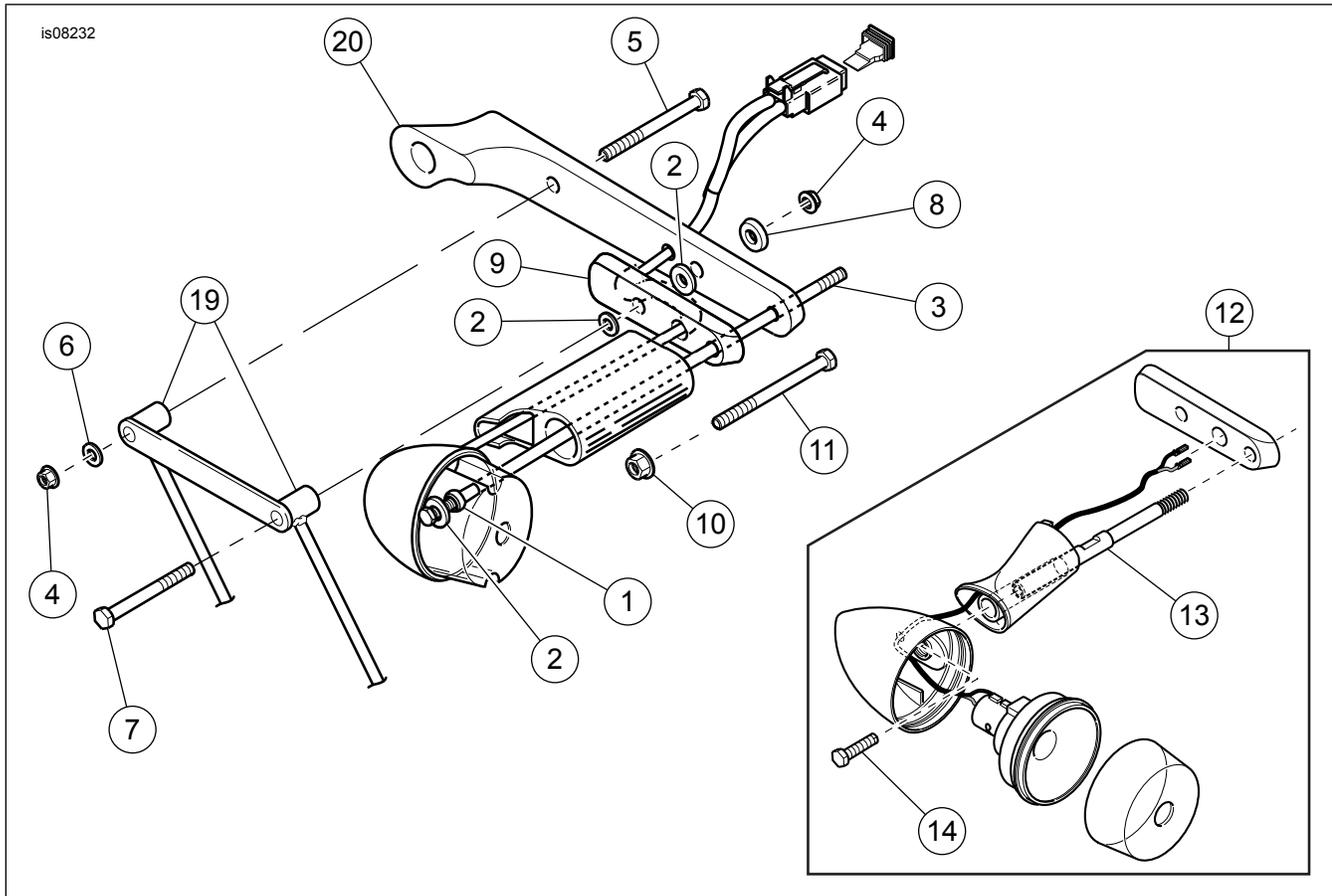

Abbildung 5. Ersatzteile (Satz 1 von 3).
5. Siehe Abbildung 5. Die 4-1/2 in lange Schraube (11) aus dem Satz von der Innenseite des Schutzbleches durch die hinteren Bohrungen stecken, aus denen in Schritt 3 die Halbrundkopfschrauben entfernt wurden.
9. Siehe Abbildung 5. Mit einem kleinen Stück Klebeband eine Unterlegscheibe (2) aus dem Satz über der Öffnung am Rahmen befestigen, aus der hintere Blinkerbolzen entfernt wurde.
11. Siehe Abbildung 5. **An Modellen von 1994 bis 1997**, außer Huggers, die 4-1/2 in lange Schraube (11) von der Schutzblech-Innenseite aus durch das hinterste Loch im Schutzblechrahmen nach außen stecken. Lose angebracht lassen. Siehe Abbildung 5. **An Modellen von 1998 bis 2001** die Gewinde im Blinkergehäuse mit einem 13/32-in-Bohrer ausbohren. Vorsichtig vorgehen, um die verchromte Oberfläche des Blinkers nicht zu verkratzen. Unterlegscheibe (2) und Buchse (1) auf 4-1/4 in lange Schraube (3) setzen (nahe am Gewinde). Schraube durch Blinkergehäuse anbringen. Die Buchse sollte auf Höhe des Vorsprungs im Innern des Blinkergehäuses liegen. **Modelle ab 2002**, siehe Schritt 13.
12. Siehe Abbildung 5. **An Modellen bis 2001** das Kabel von der hinteren Blinkerhalterung her durch das mittlere Loch im Umbausockel stecken und entlang des Kanals im Innern des Sockels durch das dritte Loch von hinten in der Schutzblechstützenabdeckung führen. Das Kabel entlang der Innenseite der Schutzblechstützenabdeckung zurückführen und mit Klebeband wieder auf der Rückseite der Schutzblechstützenabdeckung fixieren.
- Siehe Abbildung 5. **An Modellen von 1994 bis 1997** den hinteren Blinker mit Umbausockel und Schutzblechstützenabdeckung mittels der von hinten durch das Schutzblech gesteckten (Schritt 11), 4-1/2 in langen Schraube (11) auf dem Schutzblech anbringen. Schraube mittels der Sicherungsmutter (10), die auf der Innenseite des Blinkergehäuses auf die Schraube gedreht wird, fest anziehen.
- Siehe Abbildung 5. **An Modellen von 1998 bis 2001** auf das Gewinde der 4-1/4 in langen Schraube (3) Loctite® Nr. 242 (blau) auftragen. Den Blinker mit Umbausockel (9) und Schutzblechstützenabdeckung mittels der in Schritt 11 in das Blinkergehäuse eingeführten 4-1/4 in langen Schraube auf dem Schutzblech anbringen.
- Siehe Abbildung 5. **An Modellen von 2002 bis 2003** das Außengewinde des 4 in langen Befestigungsbolzens (13) in das Loch am schmalen Ende des Umbausockels (9) stecken. Das Blinkergehäuse und den Ausleger lose auf den Befestigungsbolzen aufsetzen. Das Blinkerkabel durch die mittlere Öffnung im hinteren Umbausockel, entlang des Kanals an der Innenseite des Sockels und durch die dritte Öffnung von hinten in die Schutzblechstützenabdeckung einziehen.
- Auf das Außengewinde des Befestigungsbolzen Loctite Nr. 242 (blau) auftragen. Den Befestigungsbolzen durch die Schutzblechstützenabdeckung in die Schutzblechstütze stecken. Den Befestigungsbolzen (flacher Abschnitt) in der Schutzblechstütze mit einem 5/16-in-Ringschlüssel auf ein Drehmoment von 16,3 N·m (12 ft-lb) anziehen. Die Sechskantschraube (14) im Blinkergehäuse anbringen und mit einem Drehmoment von 12 N·m (9 ft-lb) in den Befestigungsbolzen (13) drehen. Das Blinkerkabel fest durch die Schutzblechstrebe ziehen. Die Gummiglühlampen-Baugruppen-Isolierung mit einem geeigneten Schmiermittel bestreichen. Dies erleichtert den Einbau der Baugruppe in das Blinkergehäuse. Die Glühlampen-Baugruppe gleichmäßig in das Blinkergehäuse hineindrücken, bis sie unter der Streuscheibendeckelnut zu liegen kommt.
- Siehe Abbildung 5. **An Modellen von 1994 bis 1997** den Blinker mit der in Schritt 11 durch das Schutzblech gesteckten, 4-1/2 in langen Schraube (11) auf dem Umbausockel befestigen. Schraube mittels der Sicherungsmutter (10), die auf der Innenseite des Blinkergehäuses auf die Schraube gedreht wird, fest anziehen.
- Siehe Abbildung 5. **An Modellen von 1998 bis 2001** die Blinkerbaugruppe mit der in Schritt 11 durch das Blinkergehäuse gesteckten, 4-1/4 in langen Schraube (3) auf dem Umbausockel (9) befestigen. Die Schraube anziehen bis sie sicher anliegt.
- Auf das Außengewinde des Befestigungsbolzen Loctite® Nr. 242 (blau) auftragen. Den Befestigungsbolzen durch die Schutzblechstützenabdeckung in die Schutzblechstütze stecken. Den Befestigungsbolzen (flacher Abschnitt) in der Schutzblechstütze mit einem 5/16-in-Ringschlüssel auf ein Drehmoment von 16,3 N·m (12 ft-lb) anziehen. Die Sechskantschraube (14) im Blinkergehäuse anbringen und mit einem Drehmoment von 12 N·m (9 ft-lb) in den Befestigungsbolzen (13) drehen. Das Blinkerkabel fest durch die Schutzblechstrebe ziehen. Die Glühlampen-Baugruppe gleichmäßig in das Blinkergehäuse hineindrücken, bis sie unter der Streuscheibendeckelnut zu liegen kommt.
14. Siehe Abbildung 5. **An Modellen von 1994 bis 1997** die 4-1/2 in lange Schraube (11) des hinteren Blinkers von der Innenseite des Schutzbleches aus auf ein Drehmoment von 16,3 N·m (12 ft-lb) anziehen. Siehe Abbildung 5. **An Modellen von 1998 bis 2001** die 4-1/4 in lange Schraube (3) des hinteren Blinkers von der Innenseite des Blinkergehäuses aus auf ein Drehmoment von 16,3 N·m (12 ft-lb) anziehen.
2. Siehe Abbildung 5. Die 3-1/2 in Schraube (5) durch das Schutzblech, die Schutzblechstütze und die Vorderseite der Satteltaschenhalterung stecken. Mit einer Sicherungsmutter (4) und Unterlegscheibe (6) von Hand anziehen.
3. Schraube (7) von hinten durch die Satteltaschenhalterung, die Schutzblechstütze und das Schutzblech stecken. Mit einer Sicherungsmutter (4) und einem Distanzstück (8) zwischen Schutzblechstütze und Schutzblech von Hand anziehen.